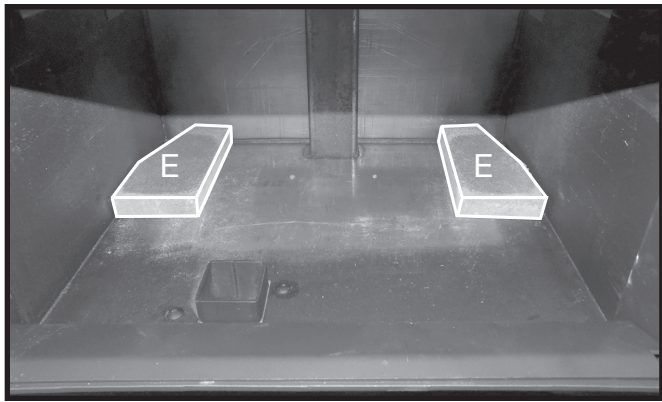
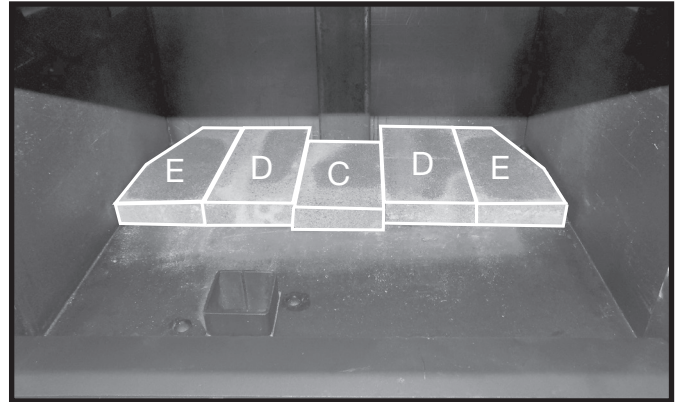

Figure 9: Briques de plancher d'angle.
Figure 10: Rangée arrière de briques.
- Commencez par placer les 2 briques "E" dans les coins arrière du plancher de la chambre de combustion (Figure 9). Ces briques taillées s'adapteront autour des deux boulons qui montent dans les coins arrière. Continuez en plaçant 2 briques «D» à côté des briques «E» et la brique «C» courte au centre contre le tube déflecteur (Figure 10). Éliminer les espaces entre les briques en déplaçant les briques vers le centre de la chambre de combustion.